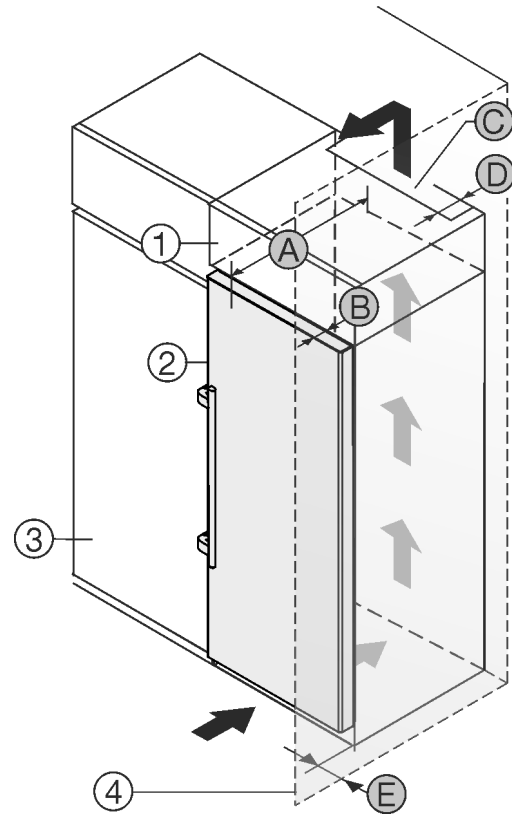

Fig. 2
- (1) Επικαθήμενο ντουλάπι \*
- (2) Συσκευή \*
- (3) Ντουλάπι κουζίνας \*
- (4) Τοίχος \*
- (A) Βάθος συσκευής \*
- (B) Βάθος πόρτας \*
- (C) Διατομή αερισμού \*
- (D) Απόσταση πίσω πλευράς συσκευής \*
- (E) Απόσταση από το πλάι της συσκευής \*
Μπορείτε να τοποθετήσετε τη συσκευή ακριβώς δίπλα από το ντουλάπι κουζίνας Fig. 2 (3).\*
Στην πίσω πλευρά του επικαθήμενου ντουλαπιού πρέπει να υπάρχει ένα κενό εξαγωγής αέρα με βάθος Fig. 2 (D) σε όλο το πλάτος του επικαθήμενου ντουλαπιού.\*
Κάτω από την οροφή του δωματίου πρέπει να τηρείται η διατομή εξαερισμού Fig. 2 (C).\*
Εάν τοποθετήσετε τη συσκευή με τους μεντεσεδες δίπλα σε κάποιον τοίχο Fig. 2 (4), τότε πρέπει η απόσταση ανάμεσα στη συσκευή και στον τοίχο να ανέρχεται σε τουλάχιστον 57 mm. Αντιστοιχεί στην προεξοχή της χειρολαβής όταν η πόρτα είναι ανοιχτή.\*
Για να μπορείτε να ανοίγετε τελείως την πόρτα, πρέπει η συσκευή να προεξέχει κατά το βάθος της πόρτας Fig. 2 (B) από την πρόσοψη του ντουλαπιού κουζίνας. Η συσκευή μπορεί να προεξέχει περισσότερο, ανάλογα με το βάθος των ντουλαπιών κουζίνας Fig. 2 (3) και την χρήση αποστατών τοίχου.\*